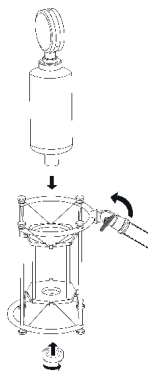

рис. 2
2. Вставьте микрофон сверху во внутреннее кольцо амортизатора и закрепите его к кольцу гайкой снизу. Для разворота микрофона используйте барашковый винт (рис. 2).